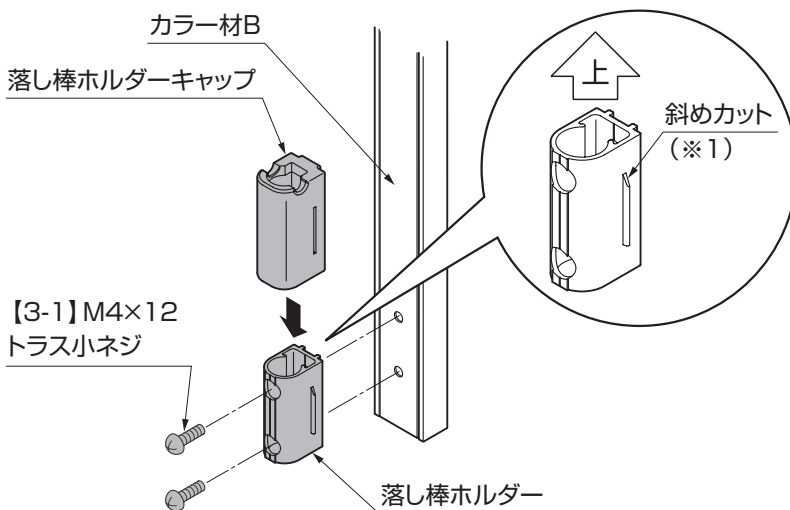

図8-1
- ①カラー材Bが付いた縦格子に斜めカット(※1)を上にした落とし棒ホルダーを【3-1】で固定してください。(図8-1参照)
- ②落とし棒ホルダーキャップを上からはめ込んでください。(図8-1参照)